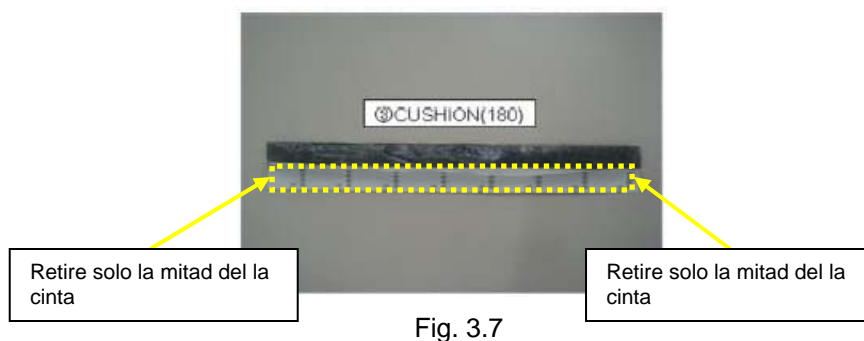

Fig. 3.7
2.3 Tome el cushion 180 y cubierta del adhesivo. (Fig. 3.7)